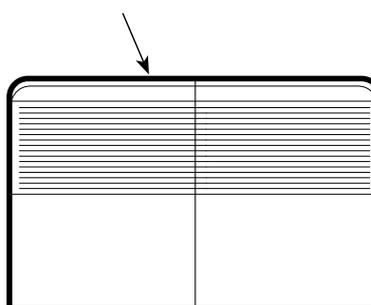

Fig. 1
- Estrarre i filtri agendo sui punti indicati dalle frecce (fig 1). Sfilarli tirando delicatamente verso la propria persona (fig 2).